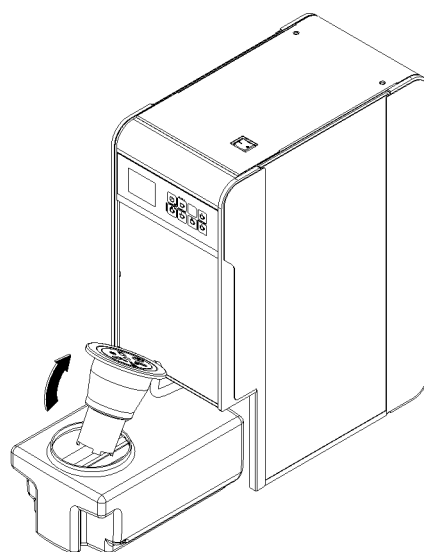

**figure 1**
**2** Retirer le bac d'égouttage (voir la figure 1).